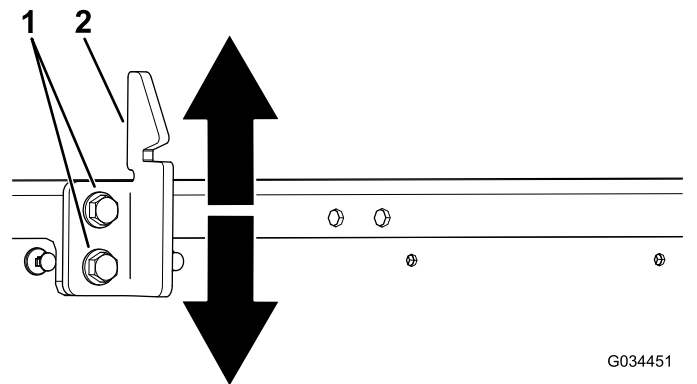

Figura 70
3. Afloje los 2 pernos del cerradero de la plataforma y mueva el cerradero hacia arriba o hacia abajo, dependiendo de si está demasiado alto o demasiado bajo (Figura 70).
4. Apriete los 2 pernos del cerradero de la plataforma (Figura 70).